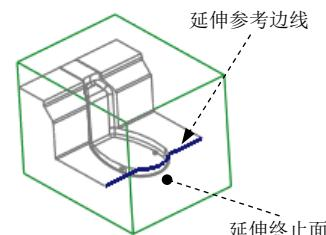

图 26.15 延伸参考边线
- (1) 选取图26.15所示的复制曲面的边线。
- (2) 单击**分型面**功能选项卡**编辑**▼区域中的**延伸**按钮，此时出现**延伸**操控板。
- (3) 选取延伸的终止面。在操控板中按下**拾取**按钮，选取图26.15所示的坯料表面为延伸的终止面。
- (4) 在**延伸**操控板中单击**确定**按钮。完成延伸曲面的创建。
- (5) 在“分型面”选项卡中单击“确定”按钮**确定**，完成分型面的创建。